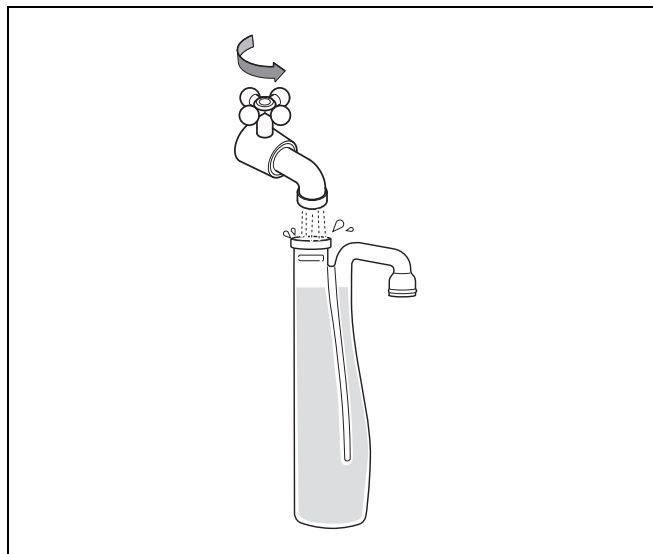

Fig. 17 Vandlåsen fyldes med vand
- Fyld vandlåsen (fra kedlens leveringsomfang) med vand (fig. 17).